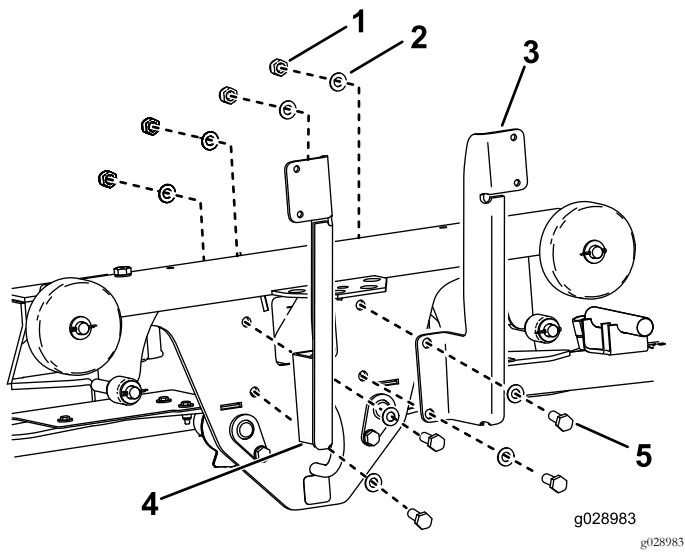

Figura 14
1. Instale los soportes de las luces derecha e izquierda en la parte delantera de la máquina con 8 arandelas (M12), 4 contratuercas (M12), y 4 tornillos de cabeza hexagonal (M12; Figura 14).